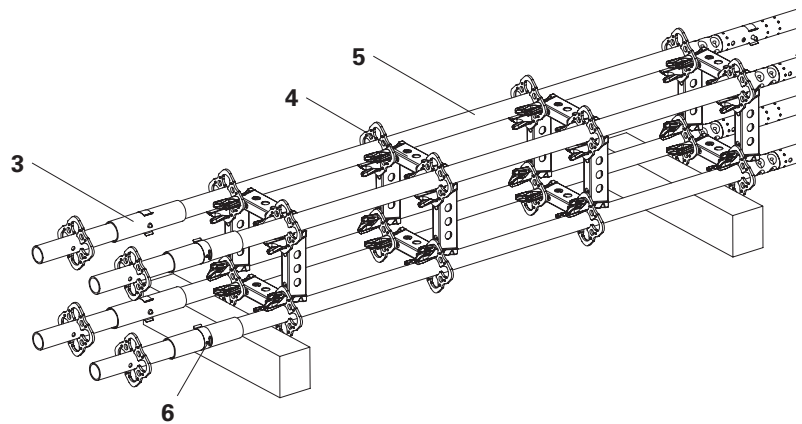
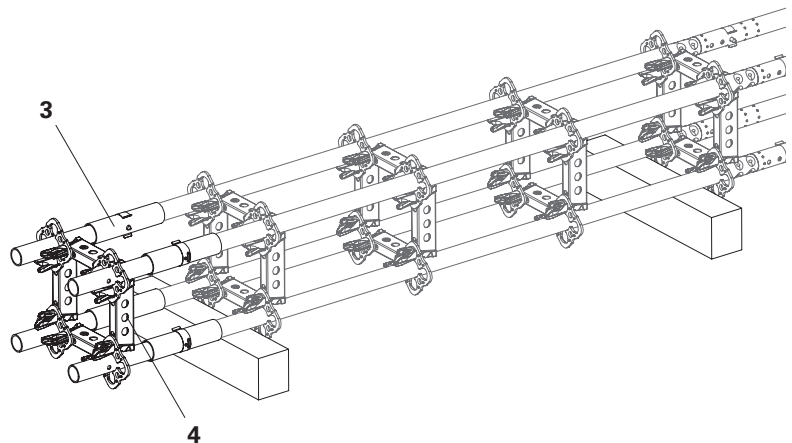

Fig. A2.01
Fig. A2.02
1. Assemblare montanti UVR-2 (5) e correnti orizzontali UH-2 (4) fino a formare un puntello dell'altezza richiesta.
2. Posizionare i montanti di base UVB-25 (3) sui montanti e collegarli con i perni di bloccaggio (6). (Fig. A2.01)
3. Collegare i montanti di base UVB (3) ai correnti orizzontali UH-2 25 (4).
4. Bloccare i cunei. (Fig. A2.02)